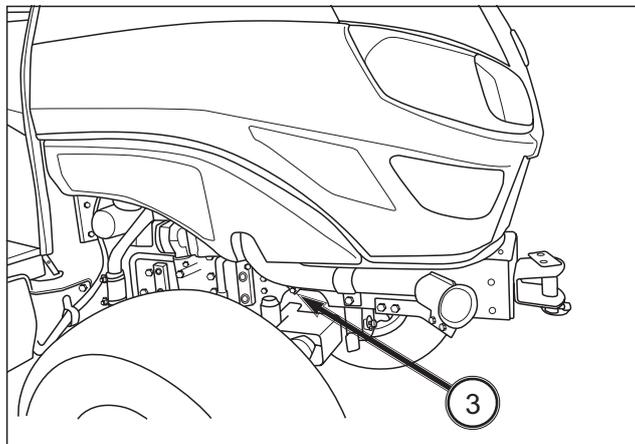

FIG. 160
FIG. 160: Saque el tubo de drenaje (3) en el lado derecho del motor para drenar el refrigerante. Abra la tapa del radiador (2) al mismo tiempo para mejorar el drenaje del refrigerante.